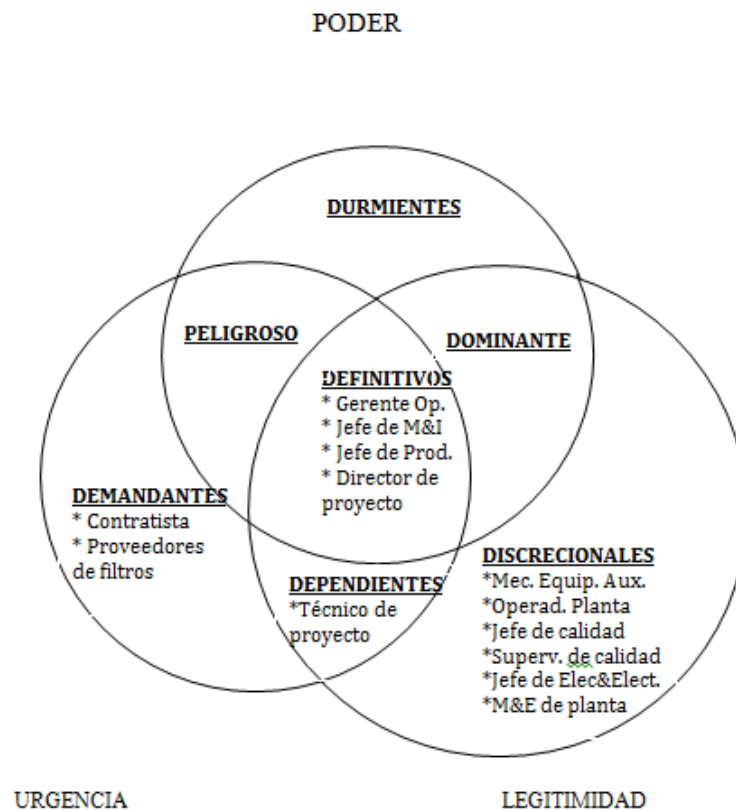

Figura 11 CLASIFICACIÓN DE INTERESADOS – MODELO DE PROMINENCIA
- **Poder, urgencia y legitimidad:** A diferencia de los otros modelos de clasificación, este modelo utiliza tres parámetros para clasificar a los grupos de interés del proyecto. Aquí son clasificados de acuerdo a su poder, urgencia y legitimidad. Proporciona los siguientes atributos a los interesados: definitivo, dominante, peligroso, dependiente, durmiente, discrecional y demandante, como se muestra en la Figura 11.